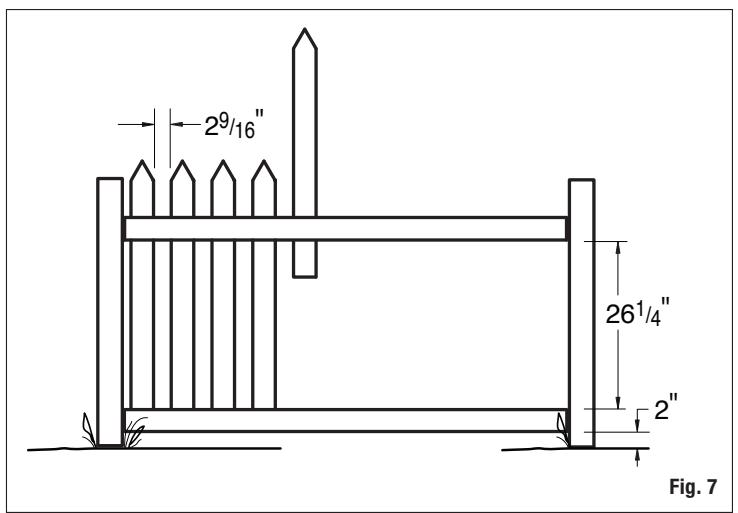

Fig. 7
- Con las barandillas de cerca en su lugar, comienza a deslizar las estacas a través de la barandilla superior y dentro de la barandilla inferior (Fig. 7). Para asegurar las estacas en su lugar, recomendamos usar el pegamento para madera en exteriores al adherir las estacas a la barandilla inferior o asegurar con sujetadores para exteriores (clavos o tornillos) a través de la barandilla superior.